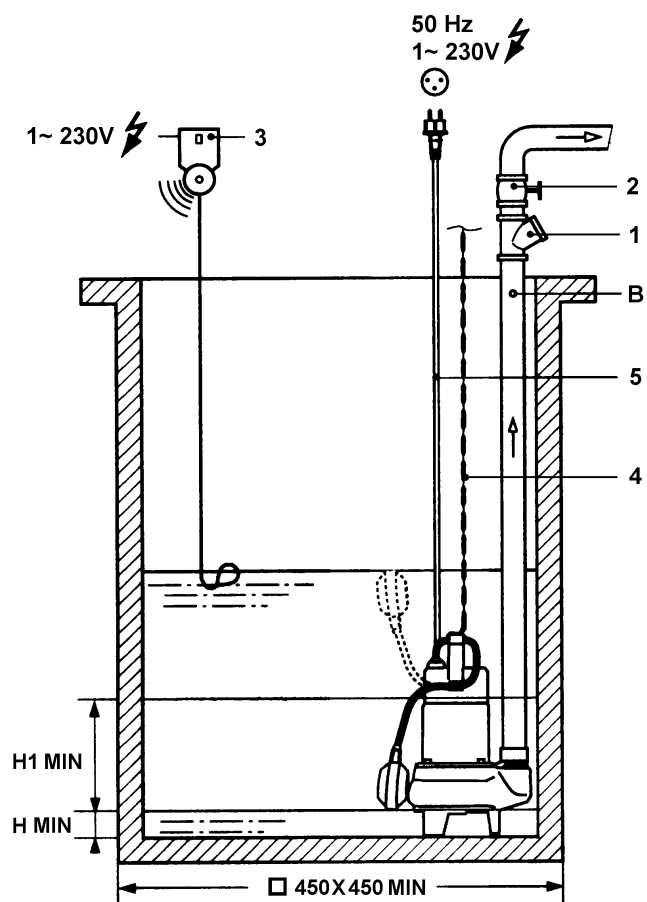

Рис. 1
- Рис. 1: Установка насоса с однофазным мотором, поплавковым выключателем и сигнализацией по превышению уровня (устройство сигнализации поставляется отдельно).